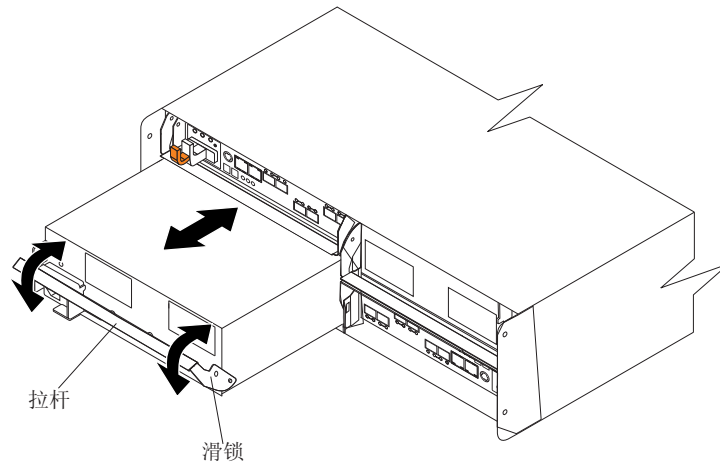

图 22. 重新安装电源和风扇单元
1. 将一个电源和风扇单元滑入存储子系统。请务必重新安装电源和风扇单元，以便每个电源和风扇单元上的拉杆朝着存储子系统的内部打开，如图 22 中所示。请勿强行安装。电源和风扇单元的设计可防止其错误地插入机箱。
警告：请确保在将电源和风扇单元滑入存储子系统时拉杆是笔直拉出的，如图 22 中所示。左右两个电源和风扇单元以相反方向位于 DS5020 机箱中。如果无法将电源和风扇单元完全插入电源和风扇单元托架，那么将其翻转 180° 并重新插入。